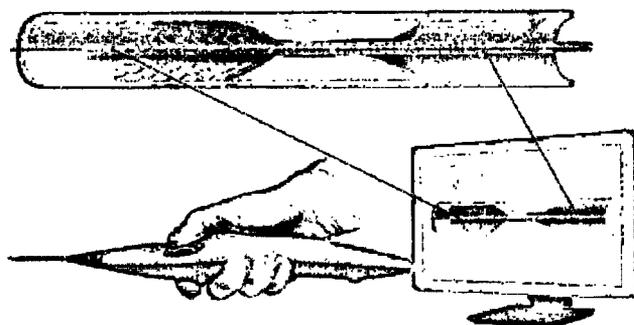

Figura 8: Liberación del stent
- Observe cuando los marcadores radiopacos distales del stent comienzan a separarse; la separación de los marcadores radiopacos distales del stent es la señal de que el stent se está desplegando. Continúe girando la gran rueda selectora hasta que el extremo distal del stent obtenga una yuxtaposición completa con la pared (Figura 8).